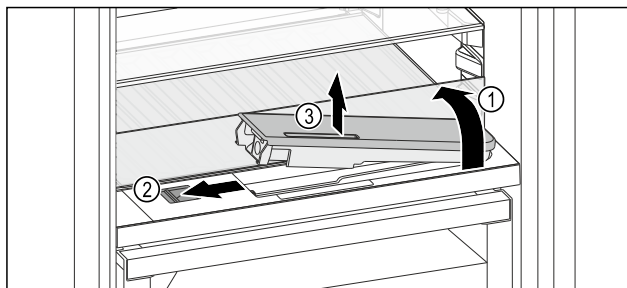

Fig. 223
- Soulever la tablette et la rabattre vers l'arrière jusqu'à la butée *Fig. 223 (1)*.
- Pousser le curseur *Fig. 223 (2)* vers la gauche.
- Sortir le filtre à eau *Fig. 223 (3)*.